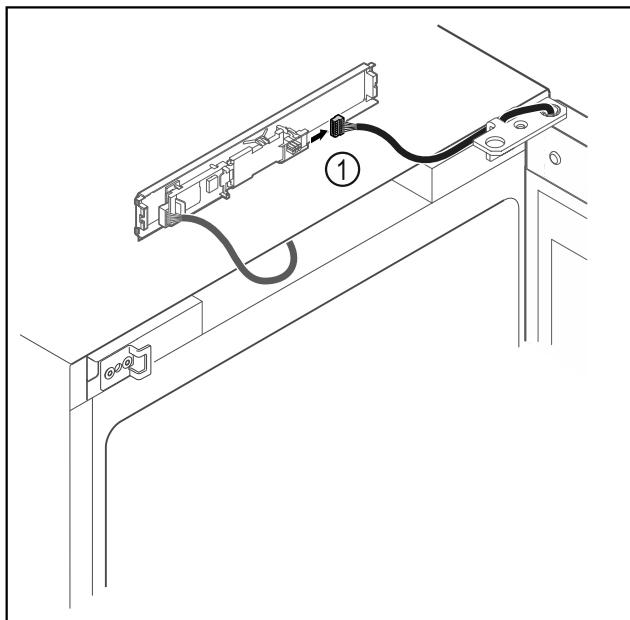

Fig. 16
- Atvienojiet spraudni Fig. 16 (1) no shēmas plates.